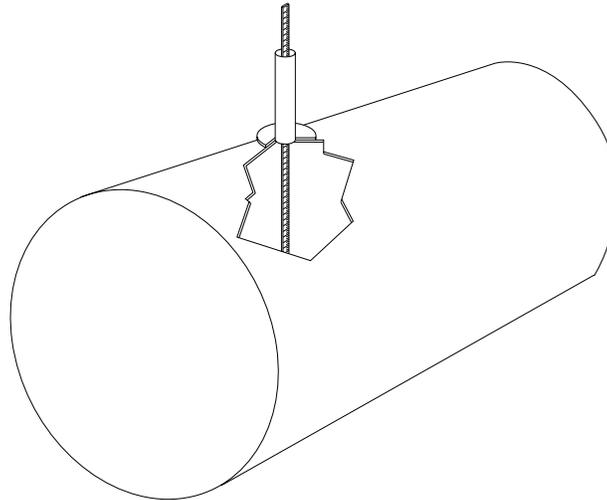

Figura 2.3 Medición del tanque
- 2: Mida la distancia desde el fondo del tanque a la parte superior del tubo ascendente (de elevación) de 4 pulgadas como se muestra en la figura 2.3.